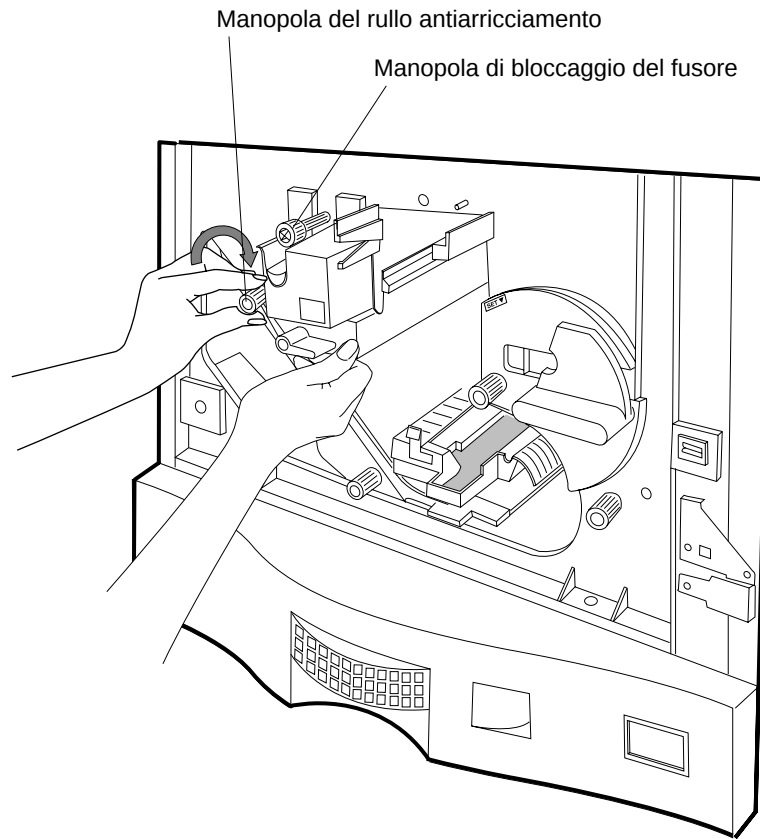

Figura 4-37 Manopola di bloccaggio del fusore e manopola del rullo antiarricciamento
3. Esercitare una pressione sul fusore e stringere con le dita la manopola di bloccaggio del fusore girandola in senso orario in modo che si inserisca sul telaio e fissare il fusore, come mostrato nella Figura 4-37.
Se il fusore non si inserisce correttamente, non forzarlo. Osservare la Figura 4-37 ed effettuare le due operazioni seguenti: